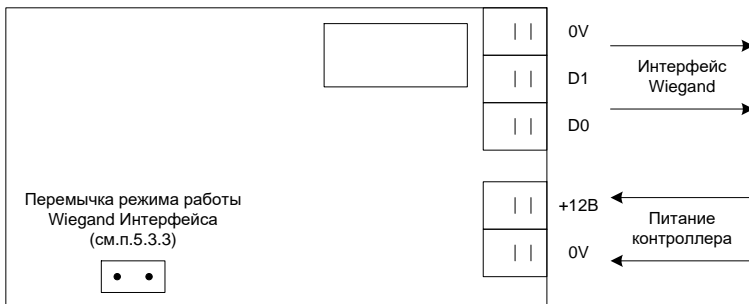

Рис.4
2. Протокол Wiegand-26 (стандарт бесконтактных считывателей) для отправки в систему доступа номера транспорта (см. рис.4),
Перемычкой на плате (см. рис.4) устанавливается режим работы Wiegand интерфейса.